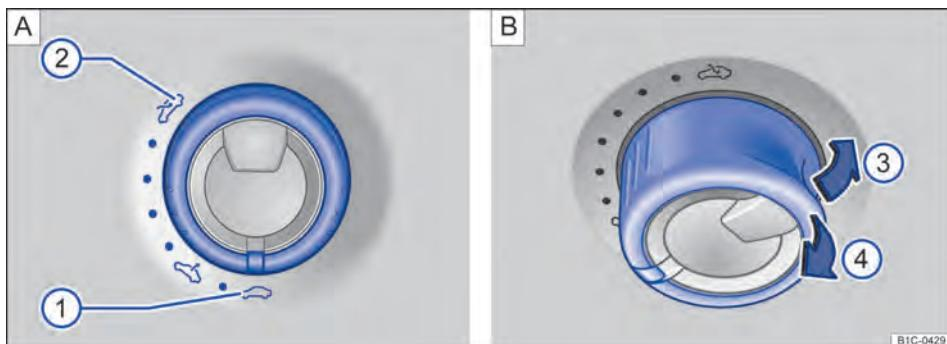
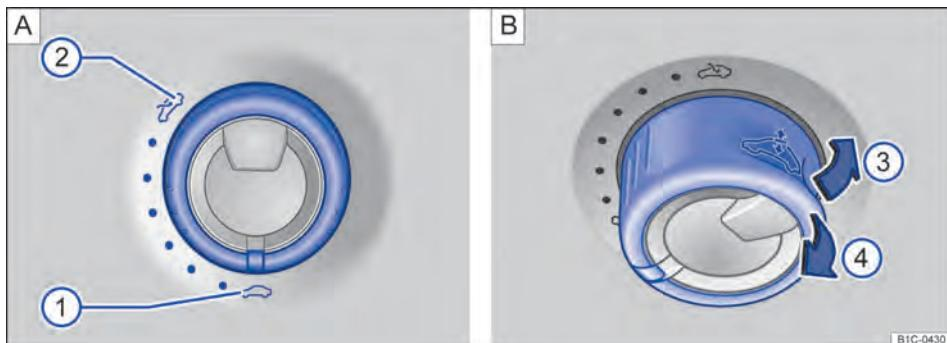

Fig. 34 No revestimento do teto: interruptor para levantamento, abertura ou fechamento do teto solar panorâmico elétrico de vidro (variante 1).
Fig. 35 No revestimento do teto: interruptor para levantamento, abertura ou fechamento do teto solar panorâmico elétrico de vidro (variante 2).
Para levantar o teto solar panorâmico elétrico de vidro, é necessário que o interruptor se encontre na posição de base ⇒ Fig. 34 A ① ou ⇒ Fig. 35 A ①.
⇒ Fig. 34 A ou ⇒ Fig. 35 A
⇒ Fig. 34 B ou ⇒ Fig. 35 B
- Girar o interruptor para a posição “Fechado” ⇒ Fig. 34 A ① ou ⇒ Fig. 35 A ①.
ta ⇒ Fig. 34 B ④ ou ⇒ Fig. 35 B ④, até que o teto solar panorâmico elétrico de vidro esteja completamente fechado.